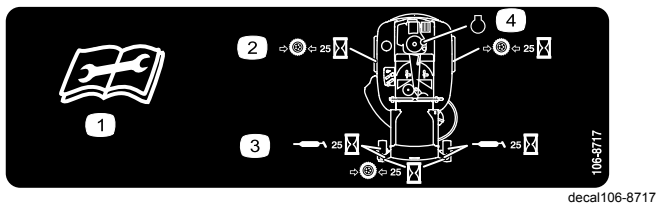

Bild 34
4. Stecken Sie eine Fettspritze auf jeden Schmiernippel und pumpen Sie solange Fett in die Nippel, bis das Fett aus den Lagern austritt (Bild 33 und Bild 34).